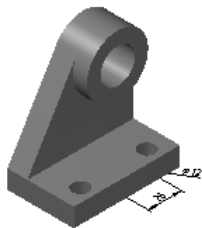
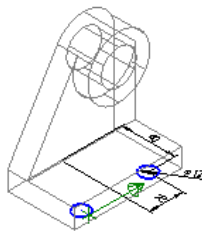

图 7.7.27 挤出特征
图 7.7.28 定义串连方向
⑤ 单击按钮，完成镜像曲线的创建。
Step14. 绘创建图 7.7.27 所示的挤出特征。
(1) 切换图层。在状态栏的按钮后的文本框中输入值 1，并按 Enter 键确认。
(2) 选择命令。选择下拉菜单 → 命令，系统弹出“串连选项”对话框。
(3) 定义轮廓曲线。选取草图 4 所绘制的两个圆弧，并调整与图 7.7.28 所示的相同串连方向，单击按钮完成轮廓曲线的定义，同时系统弹出“挤出串连”对话框。
(4) 设置拉伸参数。在区域中选中单选项和复选框；在区域中选中单选项。
(5) 单击按钮，完成挤出特征的创建。